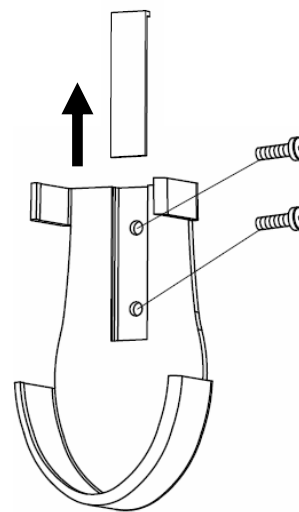

Abb. 11a
2. Entfernen Sie die Schraubenabdeckung und montieren Sie die Halterung mithilfe der zwei Schrauben und befestigen Sie die Schraubenabdeckung wieder. (Abb. 11a).